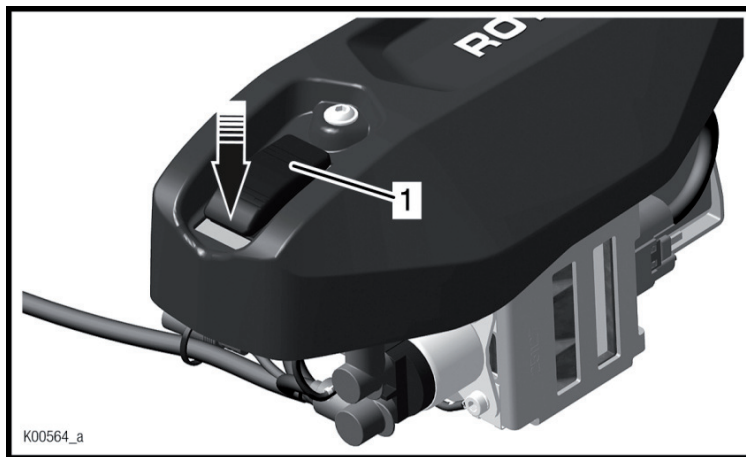

fig.7
- Appuyez sur le bouton d'alimentation une fois, le circuit est sous tension (lumière allumée). Appuyer à nouveau sur le bouton jusqu'à ce que le moteur démarre (fig.7).